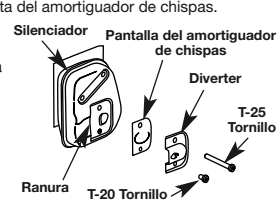

Fig. 38
2. Con un destornillador de vástago plano o broca Torx T20, saque el tornillo que conecta la cubierta del amortiguador de chispas al silenciador (Fig. 38).